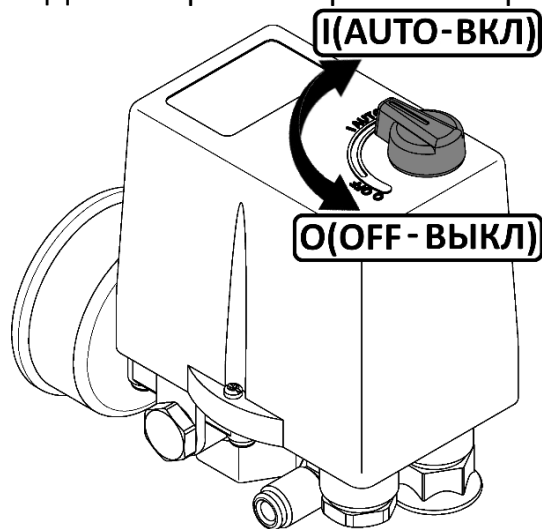

Рисунок 3
- Проверьте, чтобы выключатель на прессостате находился в выключенном положении "OFF" (см. рисунок 3).
- 1 Выключить компрессор выключателем на прессостате. Для этого необходимо переключить выключатель в положение "OFF" (см. рисунок 3). После этого остановится электродвигатель и произойдет сброс давления из нагнетательного воздухопровода и поршневого блока.
выключатель на прессостате в положение "OFF" (см. рисунок 3), а затем включите компрессор переключив выключатель в положение "AUTO".